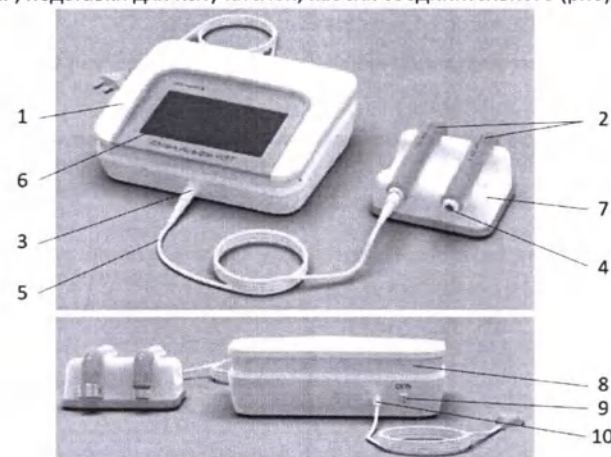
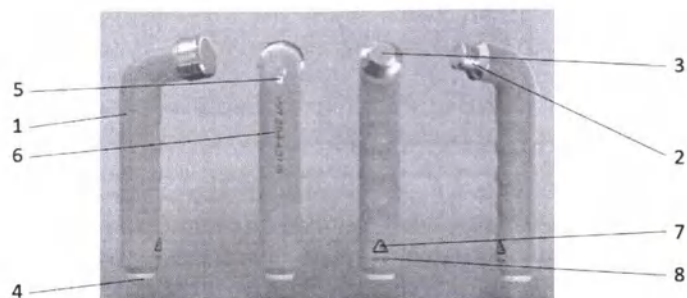
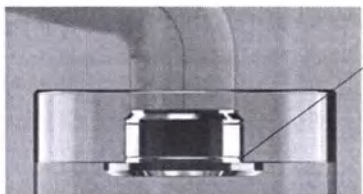

Рисунок 1. Общий вид аппарата
Рисунок 2. Общий вид излучателей
Рисунок 3. Знак, обозначающий допустимый уровень погружения излучателя в воду
Также для световой индикации о текущем состоянии функционирования аппарата используется индикатор, расположенный на ручке излучателя (рисунок 2 позиция 5):
- полное отключение аппарата от сети осуществляется сетевым выключателем «СЕТЬ» (рисунок 1, позиция 9) или за корпус вилки сетевого шнура.
Аппарат для ультразвуковой терапии УЗТ-13.01 Ф «ФИЗИОАЛЬФА УЗТ» состоит из блока управления и индикации, излучателя ультразвукового с акустической рабочей частотой 0,88 МГц и площадью излучения лечебной головки 1 см², излучателя ультразвукового с акустической рабочей частотой 0,88 МГц и площадью излучения лечебной головки 4 см², излучателя ультразвукового с акустической рабочей частотой 2,64 МГц и площадью излучения лечебной головки 1 см², излучателя ультразвукового с акустической рабочей частотой 2,64 МГц и площадью излучения лечебной головки 4 см², подставки для излучателей, кабеля соединительного (рисунок 1).
На передней панели аппарата расположен сенсорный дисплей (рисунок 1, позиция 6), предназначенный для задания параметров работы аппарата, запуска, приостановки и прерывания воздействия, а также для индикации и контроля работы аппарата.
В верхней части корпуса аппарата, по периметру, расположен индикатор состояния аппарата (рисунок 1, позиция 8), предназначенный для световой индикации. На задней панели аппарата расположен сетевой выключатель «СЕТЬ» (рисунок 1, позиция 9).
Излучатель состоит из ручки излучателя (рисунок 2, позиция 1), лечебной головки (рисунок 2, позиция 2), излучающей поверхности лечебной головки излучателя (рисунок 2, позиция 3), разъема для подключения кабеля соединительного (рисунок 2, позиция 4). На лечебной головке на расстоянии 5 мм от торца расположен знак, обозначающий допустимый уровень погружения излучателя в воду (рисунок 3). Излучатели располагаются на подставке (рисунок 1, позиция 7).